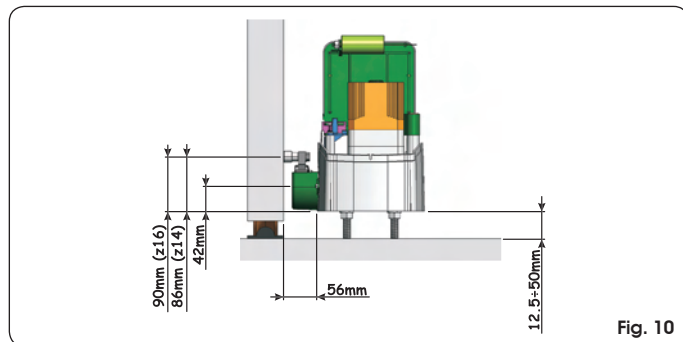

Fig. 10
- ③ Registrare l'altezza dei piedini e la distanza dal cancello facendo riferimento a Fig. 10.